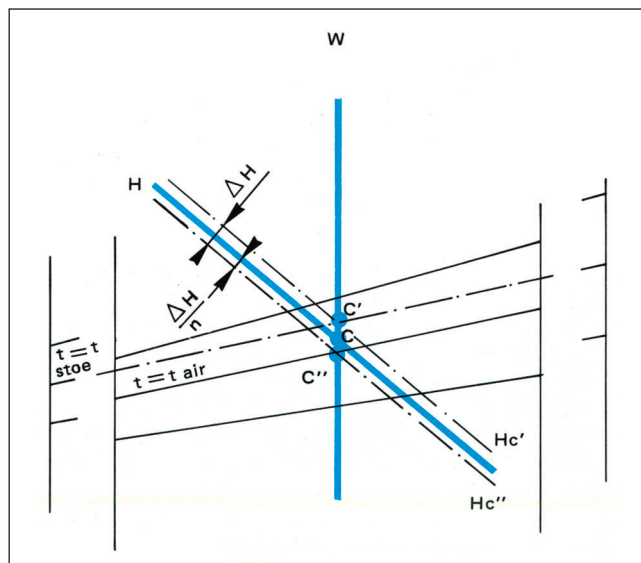

Fig. 6 - Exemple d'utilisation de l'échelle correctrice de composition pour des fumées obtenues par combustion en excès d'air avec  $t$  et  $W$  connus.
b) La teneur en eau  $W$  et la température sèche  $t$  sont connues : on cherche l'enthalpie  $H$  (Figure 6).